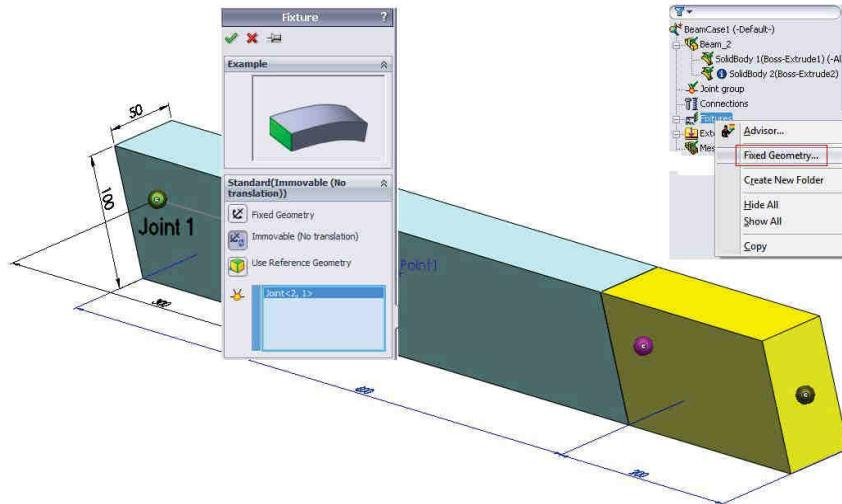

Fig. 5.8
- Click dreapta pe ramura **Fixtures** și selectie **Fixed Geometry**, fig. 5.8.
- Right-click the **Fixtures** folder and select **Fixed Geometry**, fig. 5.8.